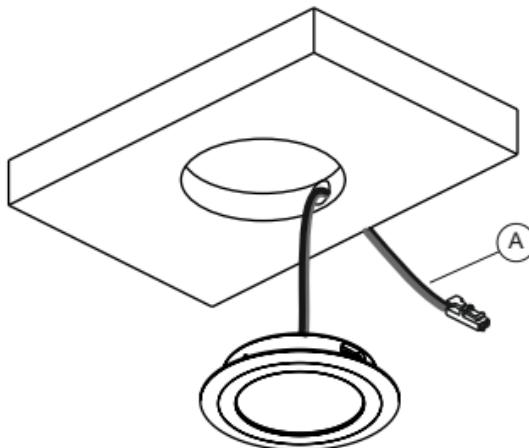

Fig 2
- Insert the power supply cable (A) into the hole and then install the light, applying light pressure until it is completely fitted as illustrated in figure 2.
- Insérer le câble d'alimentation (A) dans le trou puis installer le spot en exerçant une légère pression jusqu'à l'insertion complète, comme indiqué sur la figure 2.